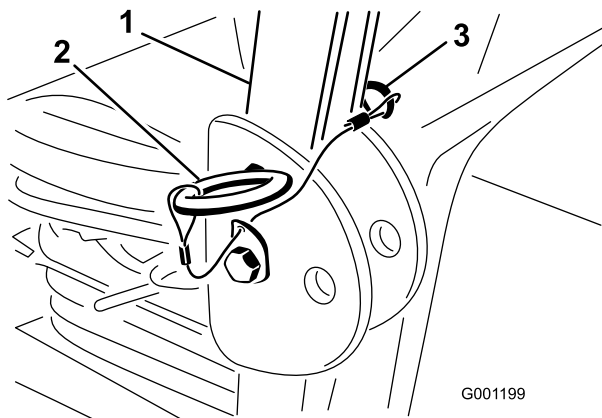

Figura 7
- Con la barra antivuelco en la posición elevada, retire las chavetas y los 2 pasadores (Figura 7).